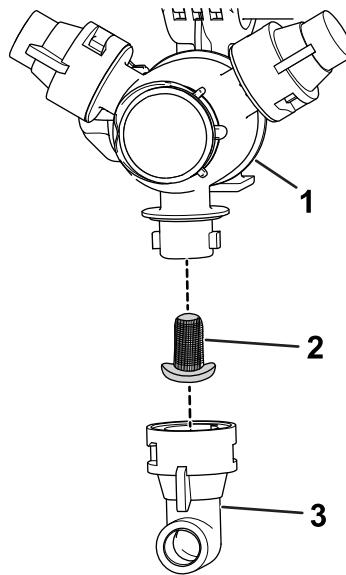

Bild 49
2. Nehmen Sie die Düse vom Sprühdrehkreuz ab (Bild 49).
| 3. Entfernen Sie den Düsenfilter (Bild 49). | |
| 5. Setzen Sie den Düsenfilter ein (Bild 49). | |
| 6. Setzen Sie die Düse auf das Sprühdrehkreuz auf (Bild 49). | |